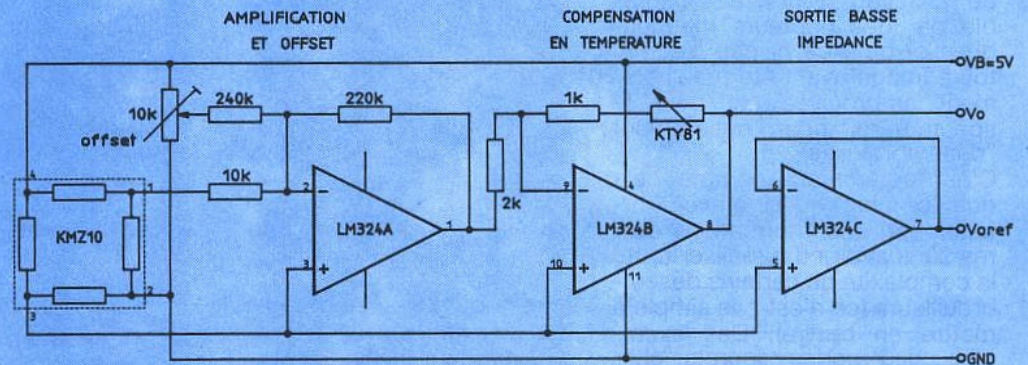

Figure 13
2) système identique au précédent et capable de commander des charges basse impédance, **figure 13**.